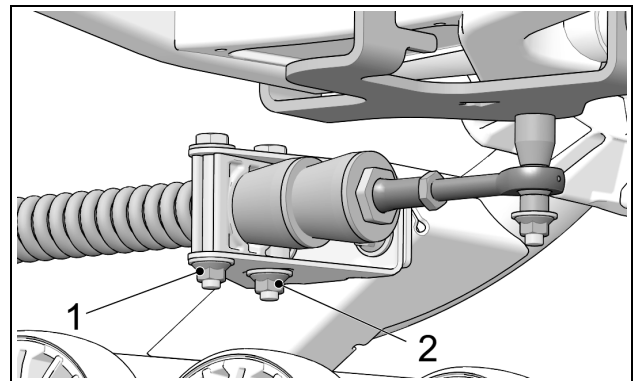

Abbildung 20
- Schrauben (1) und (2) des Verdrehsicherungsbügels mit einem Anzugmoment von 50 N•m [37 lb•ft] wieder festziehen. Siehe Abbildung 20.